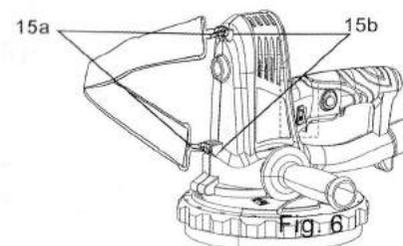

Рис.6
- > Пристегните оба крючка (15a) к двум скобам на корпусе (15b), как показано (Рис. 6).
- > Отрегулируйте длину ремня (15) для удобного ношения изделия на одном плече.